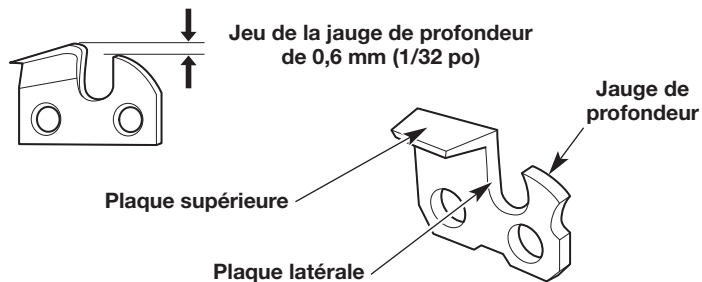

Fig. 39
- Maintenez la lime de niveau avec la plaque supérieure de l'élément de coupe (Fig. 39). Ne laissez pas la lime pencher ou basculer. Utilisez une pression légère, mais ferme.